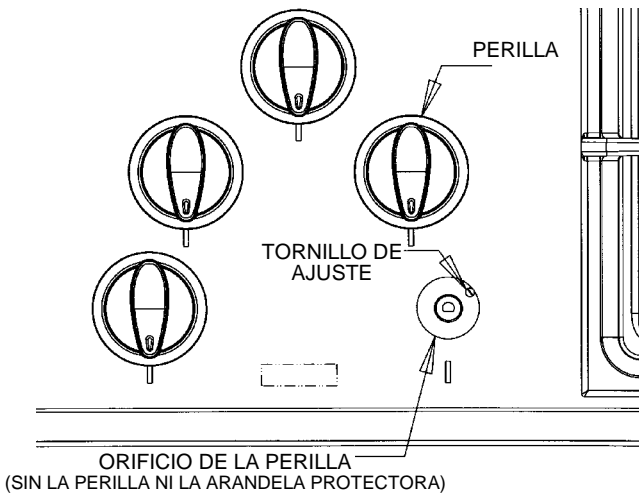

FIGURA 12
C. AJUSTE DE LA LLAMA BAJA (Vea la figura 12)
3. Encuentre el tornillo de ajuste de la válvula. Vea la figura 12.
4. Encuentre el tornillo de ajuste de la válvula. Vea la figura 12.